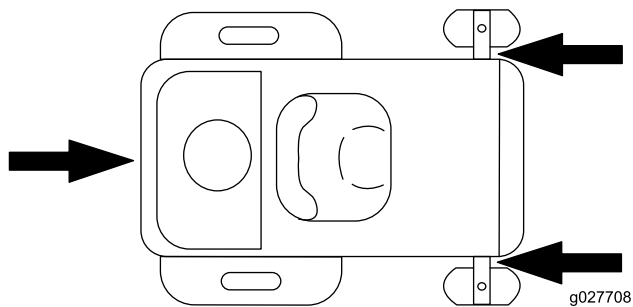

Figura 26
5. Prenda a máquina perto das rodas giratórias frontais e pára-choques traseiro (Figura 26).